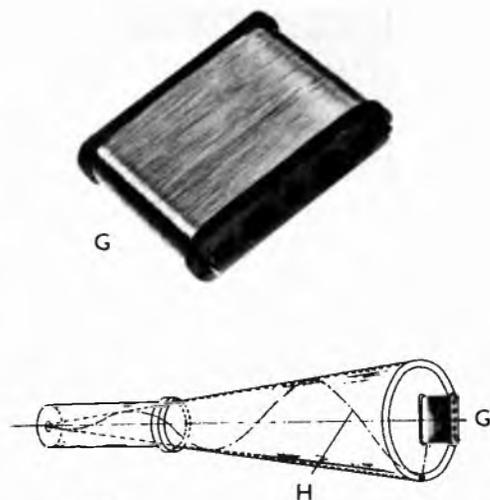

Fig 2
volgimento. Il cambio dell'attrezzo si effettua semplicemente sgan- ciando gli appositi perni o barre metalliche (D) e sostituendoli con altri due di tipo adatto. La fig. 2 illustra una bobina piatta per relé (G) ed uno schema di uno dei coni di avvolgimento, con l'indicazione del percorso (H) compiuto dal filo lungo il cono.